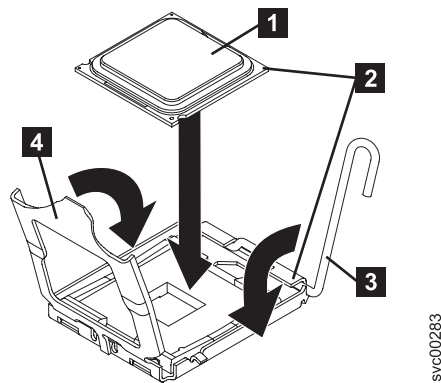

図 227. マイクロプロセッサとソケットとの位置合わせ
4. マイクロプロセッサ **1** をマイクロプロセッサのソケットの上で位置合わせします (図 227 を参照)。マイクロプロセッサ・ソケットの三角形の位置合わせ用切り欠きと、マイクロプロセッサの三角形の位置合わせマーク **2** を利用して、マイクロプロセッサをソケットに合わせます。次に、マイクロプロセッサをそのソケットの上に静かに置きます。マイクロプロセッサを無理に押し込まないでください。マイクロプロセッサが、一方向にソケット上にはめ込まれるだけです。